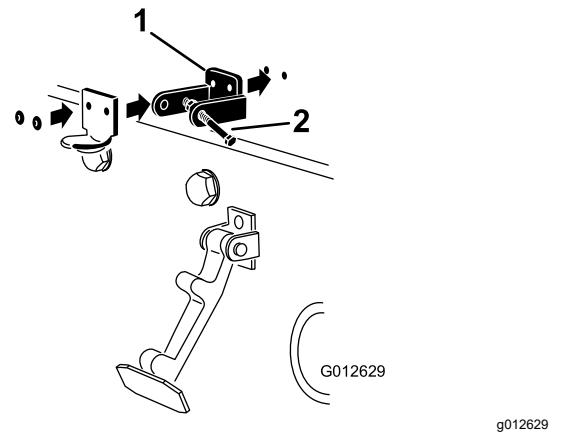

Figura 6
3. Mentre allineate i fori di montaggio, posizionate la staffa di bloccaggio CE e la staffa del fermo del cofano sul cofano. La staffa di bloccaggio deve essere contro il cofano (Figura 6). Non togliere il gruppo bullone e dado dal braccio della staffa di bloccaggio.
5. Rivettate le staffe e le rondelle al cofano (Figura 6).